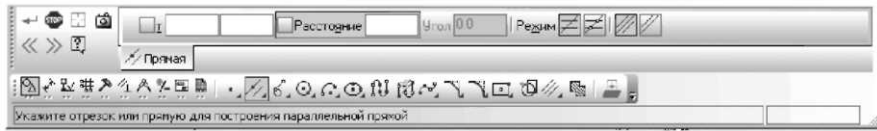

Рисунок 3.12 Панель властивостей: Паралельна пряма, Компактна панель і Рядок стану
- клацніть на **Компактної панелі** по кнопці перемикачу  - **Геометрия**, а потім на панелі інструментів по другій кнопці - **Вспомогательная прямая** й утримуйте натиснутою ліву кнопку миші. З'явиться розширена (додаткова) панель інструментів для побудови різних варіантів допоміжних прямих. Утримуючи ліву кнопку натиснутої, перемістіть покажчик миші на кнопку  - **Параллельная прямая**, а потім відпустіть ліву кнопку миші. З'явиться **Панель свойств: Параллельная прямая** (рис. 3.12).